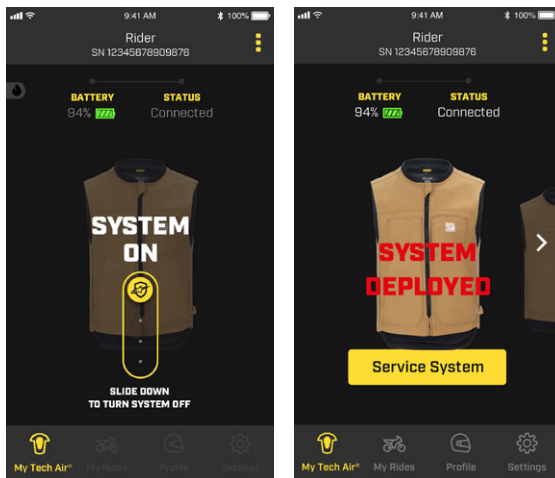

Figura 19
Durante la conducción, el modo "SISTEMA ENCENDIDO" está activo y, en consecuencia, por razones de seguridad, el usuario no puede acceder a la mayoría de las funciones de la App. En caso de que el usuario necesite desactivar el sistema, por ejemplo durante una intensa sesión de conducción fuera de carretera, el sistema puede apagarse utilizando el icono deslizante de la aplicación (como se muestra en la figura 19). Para reactivarlo, abra y cierre la cremallera de activación (1).
En caso de despliegue, la aplicación mostrará el estado correspondiente con el texto "SISTEMA DESPLEGADO", como se muestra en la Figura 19.